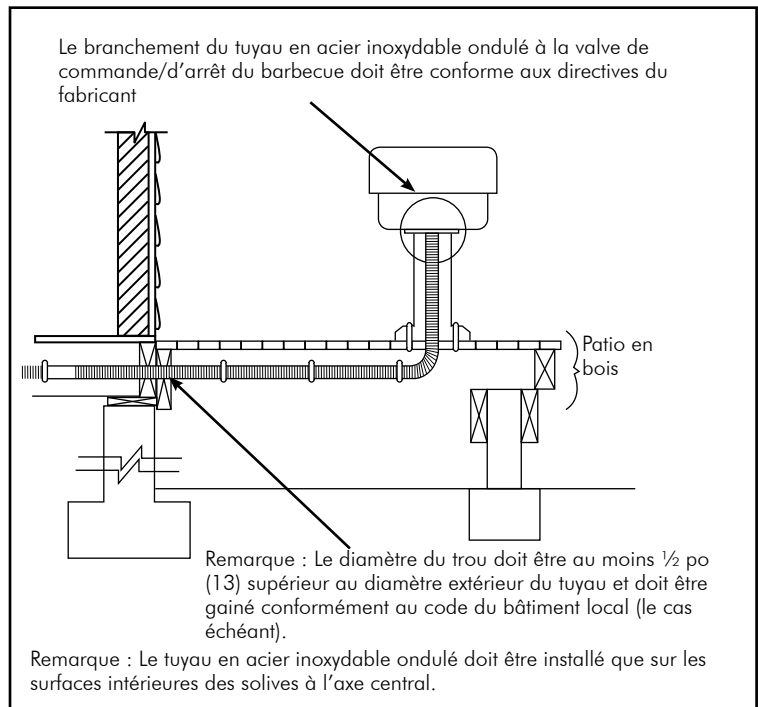

FIG. 4-25 Branchement direct sur un patio élevé
- Les barbecues installés de façon permanente sur les patios doivent être raccordés au système Diamondback comme le montre la FIG. 4-25 et conformément aux directives de CB Supplies Ltd. La partie extérieure du système Diamondback doit être appuyée contre le côté de l'une des solives intérieures du patio. Si l'élévation du patio est inférieure au niveau des fondations, tout tuyau Diamondback exposé doit être protégé à l'aide d'un conduit.
- Les lampes à gaz installées de façon permanente sur les terrasses doivent être raccordées au système Diamondback de la même manière que les barbecues installés de façon permanente, comme le montre la FIG. 4-25 et conformément aux directives du fabricant.